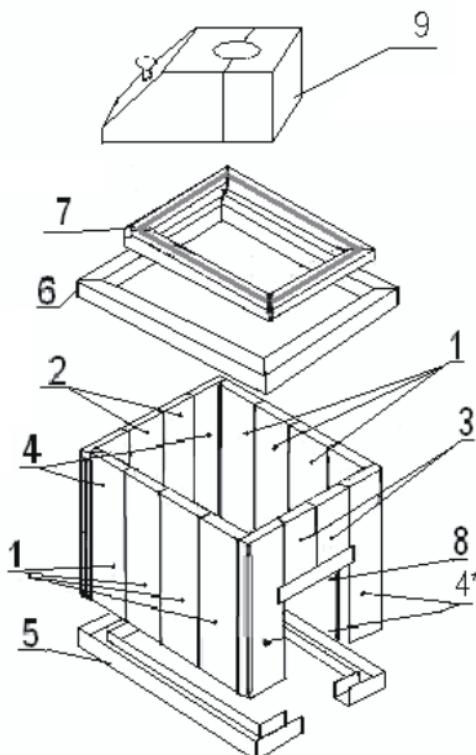
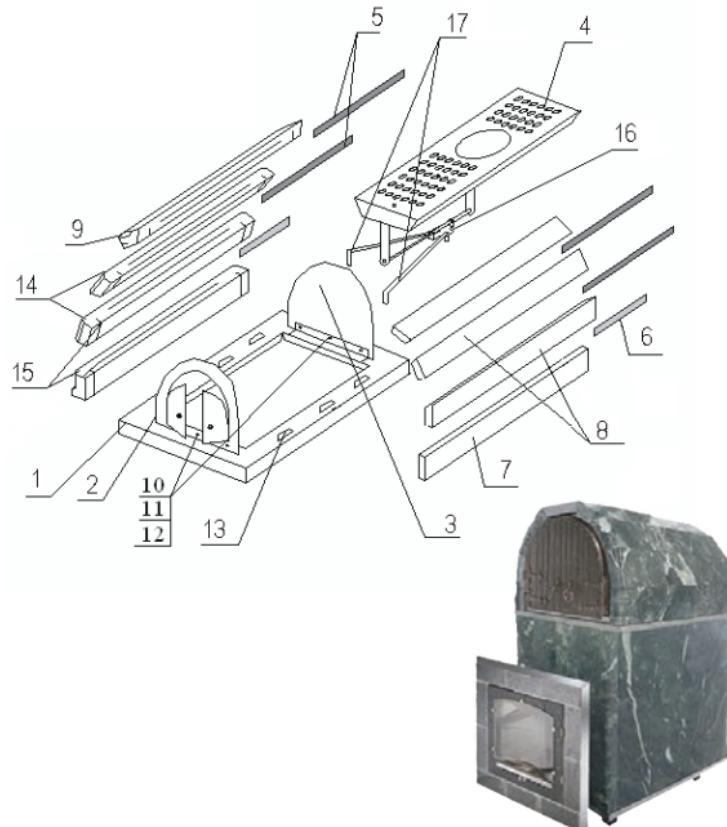

Рис. 2. Установка облицовки из Т/Х или камня «Змеевик»
Рис.3. Схема сборки арочной каменки
- установить над топочным тоннелем прилагаемый в комплекте швеллер (8), заправив в его концы ребра угловых плит (4);
- установить на швеллер (8) две короткие плиты (3);
- установить обечайку облицовки (6), аккуратно заправив в нее торцы всех установленных плит;
- на крышку топки установить обечайку (7);
- паронакопитель (9), при наличии, устанавливается на крышку топки дверкой в парную и фиксируется обечайкой (7).
- на собранную и установленную на «место» печь, (см. рис.2) вместо обечайки облицовки (6) установить без перекосов и до полной посадки рамку нижнюю (1) (см. рис.3);
- на уголках рамки (1) установить и закрепить переднюю стенку (2) дверками в парную и заднюю стенку (3) со стороны топки;
- на рамку нижнюю (1), с двух сторон установить плиты нижние
(7) угловыми фасками (14) вверх так, чтобы они зафиксировались снизу вертикальными пластинами (13), а с боков передней и задней стенками (2) и (3);
- в верхние торцевые пазы (15) плит нижних (7) вставить вставки короткие (6);
- аналогично установить и зафиксировать плиты средние (8) и верхние (9);
- установить крышку (4);
- в отверстия уголков на внутренних сторонах дверок и ползуна (16) под крышкой вставить тяги;